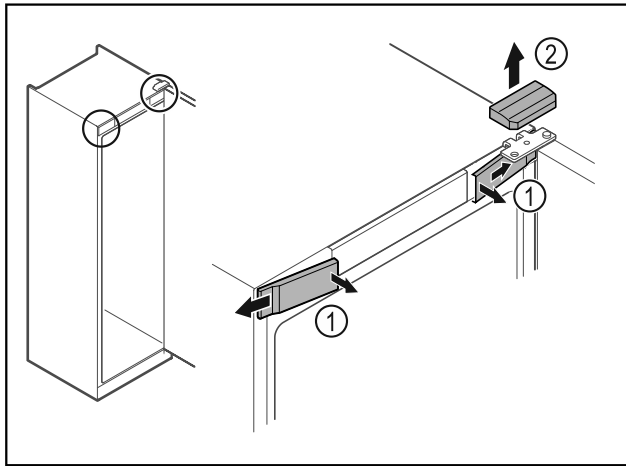

Fig. 16
- ▶ Décrocher les caches avant Fig. 16 (1) du côté intérieur et les retirer vers l'extérieur.
- ▶ Retirer le cache supérieur Fig. 16 (2) vers le haut.